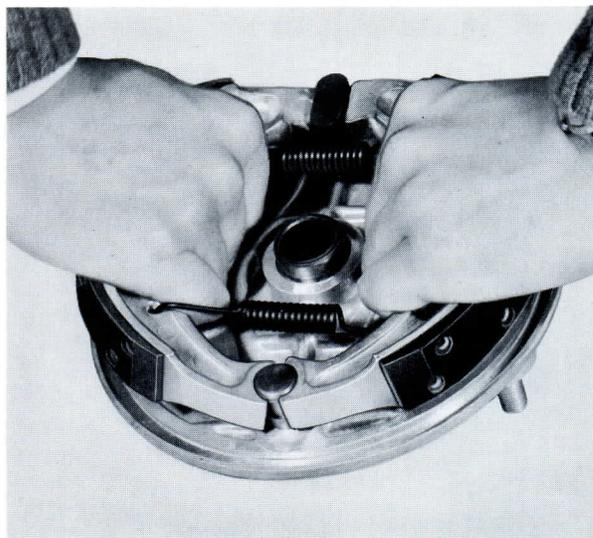

Bild 51-6 Borttagning av bromsbackar
1. Lyft upp och ta bort backarna från skölden. (Se bild 51-6)